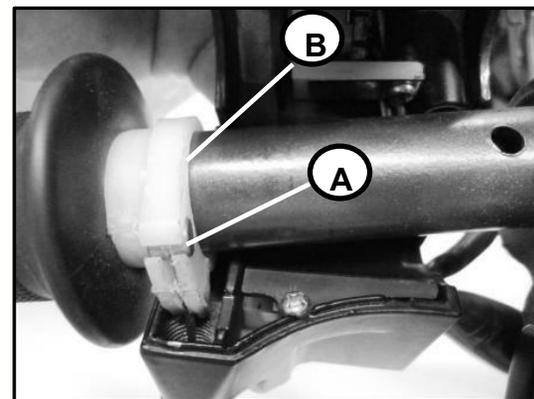

Fig.2.42
- Gire el carretel del acelerador y retire la cabeza del cable del acelerador [A], una vez el cable sea retirado, deslice y retire el carretel del acelerador [B]. Fig.2.42.